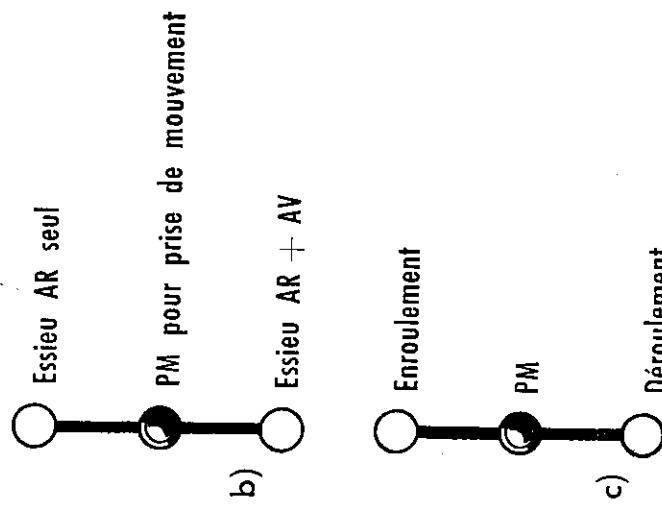

Fig. 2. — Schéma des plaques donnant la position des leviers de commande
7. CONDUITE EN TOUS CHEMINS (fig. 2 b).